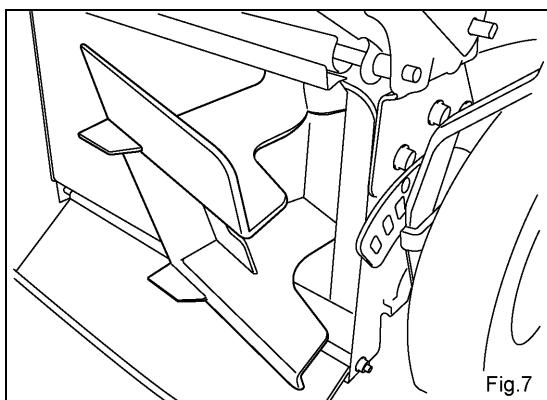
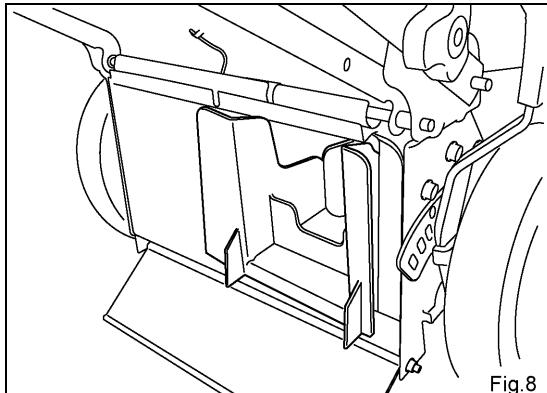

Fig.7
Fig.8
- ・ Fig.7 の状態まで差し込んだら左回転（反時計方向）に 90° 後部排出プラグを回転させ、そのまま差し込みます。(Fig.8)